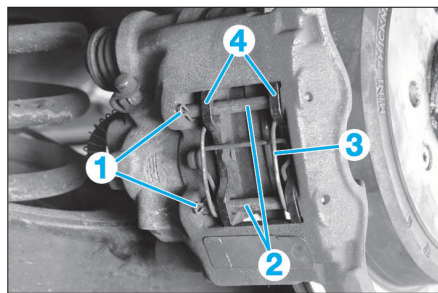

FIG. 8
- Déposer les goupilles (1), les axes (2) puis le ressort (3) (Fig.8).
- Déposer les plaquettes de frein (4).